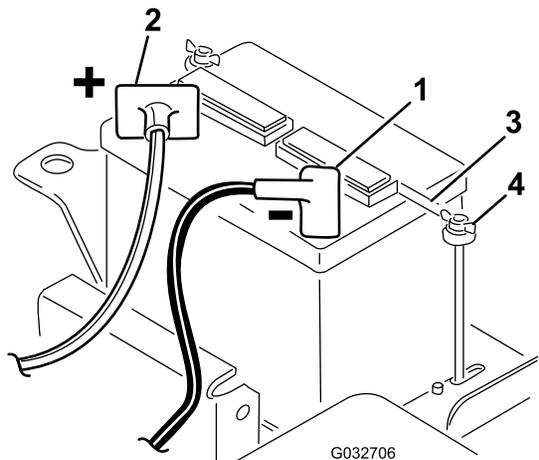

図5
2. スタータからの赤いケーブルを端子に固定する 図 5。キャリッジボルトとナットで固定する。
5. バッテリークランプとワッシャを取り付け、蝶ナットで固定する図5。